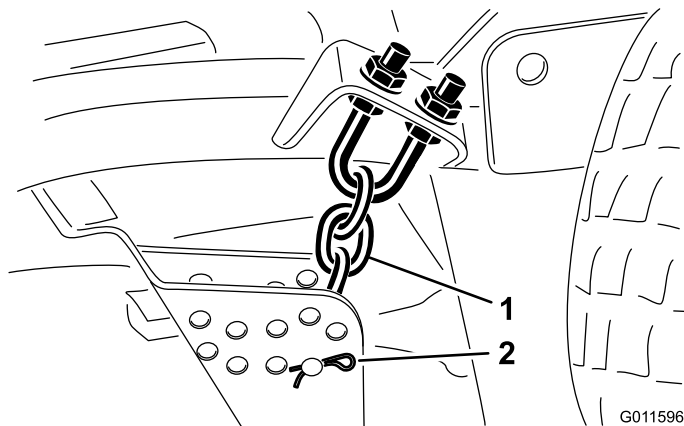

Figure 18
5. Enlevez la goupille fendue et l'axe de chape qui fixent les chaînes de hauteur de coupe à l'arrière du tablier de coupe (Figure 18).